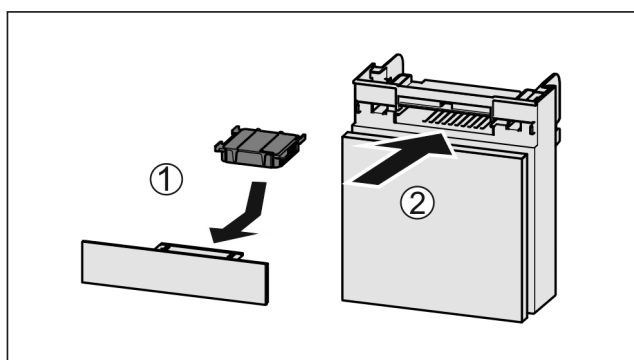

Fig. 184
- ▶ Anbring aktivkulfilteret som vis på billedet Fig. 184 (1).
- ▶ Skub rummet ind Fig. 184 (2).